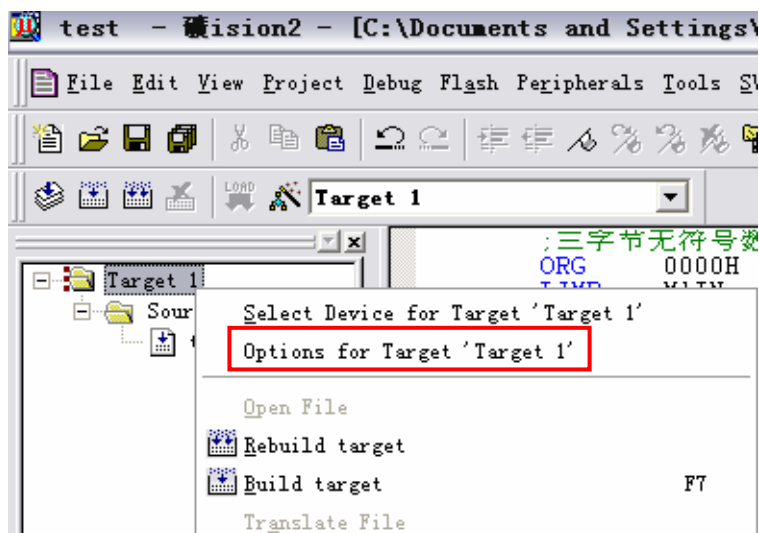
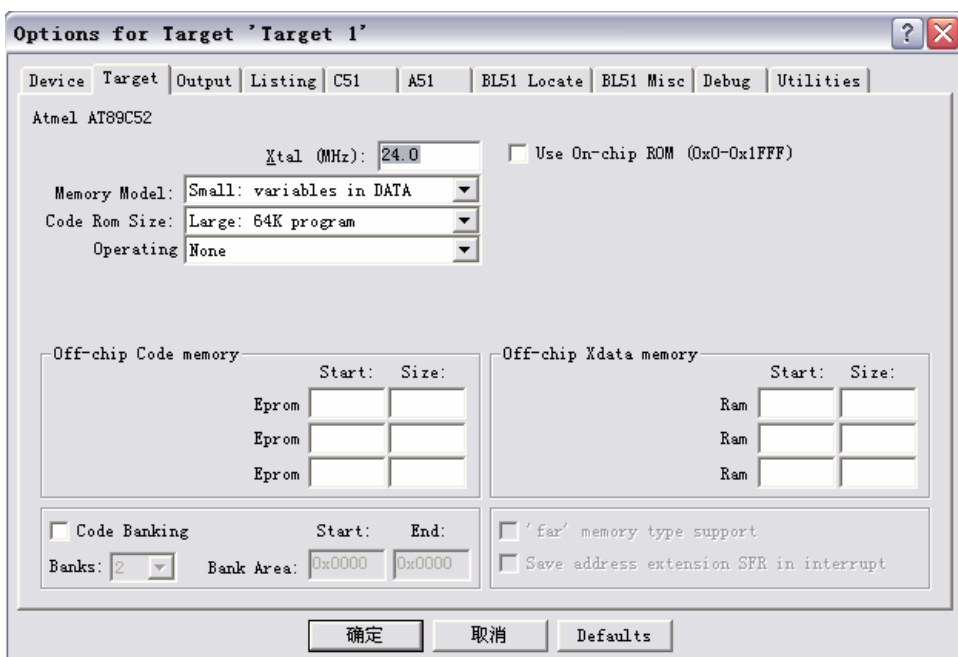

图 1-12
图 1-13
(6) 我们先要根据需要进行一些配置。右键单击“Target 1”选项，弹出图1-12所示窗口，单击“Option for Targets ‘Target 1’”选项，弹出如图1-13对话框。这是一个十分重要的窗口，包括多个选项标签页，其中许多选项可以使用默认值，也可以根据自己需要进行调整。